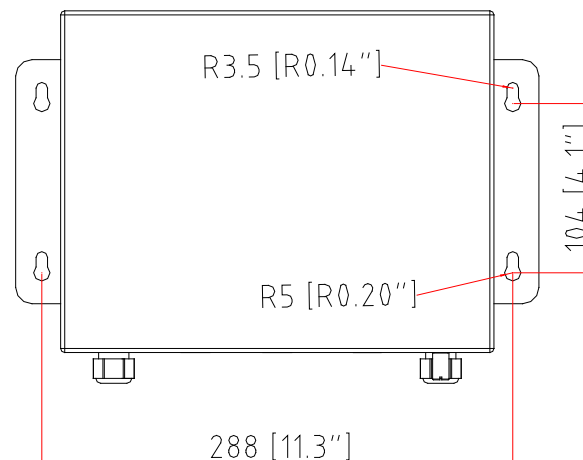

Figure 3-3 : Emplacement des trous de montage
1. Marquez un repère pour la position des trous de montage sur la surface verticale selon les dimensions indiquées à la Figure 3-3 ou en maintenant le boîtier contre la surface et en marquant les trous pour les supports sur les côtés du boîtier. Les mesures sont fournies en mm [po].